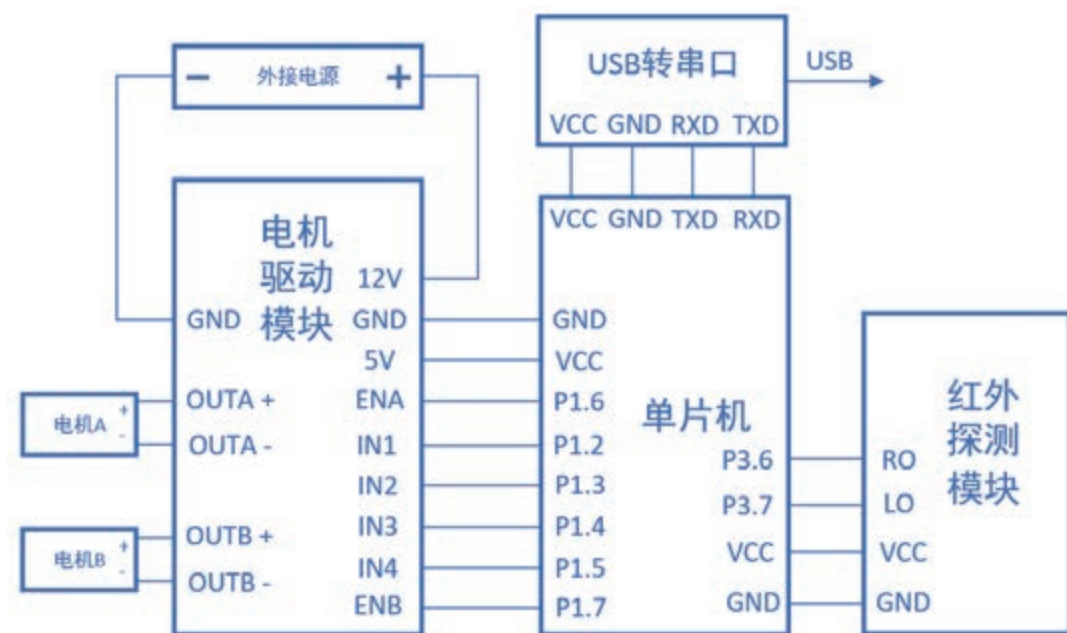

图4-16 循迹小车完整电路图
- (1) 装配智能车车架；
- (2) 按照图4-16连接各个电路模块；
- (3) 编写并烧写单片机控制程序；
- (4) 测试实验装置，实现循迹小车在平地上能沿着地面黑线运动的功能。